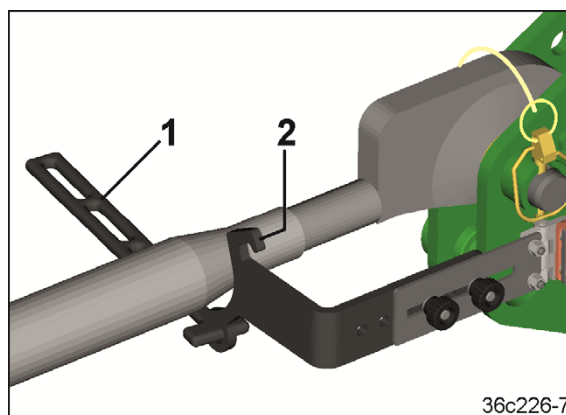

图 120
4. 将夹紧元件（图 120/1）钩挂在上连杆支架（图 120/2）上。